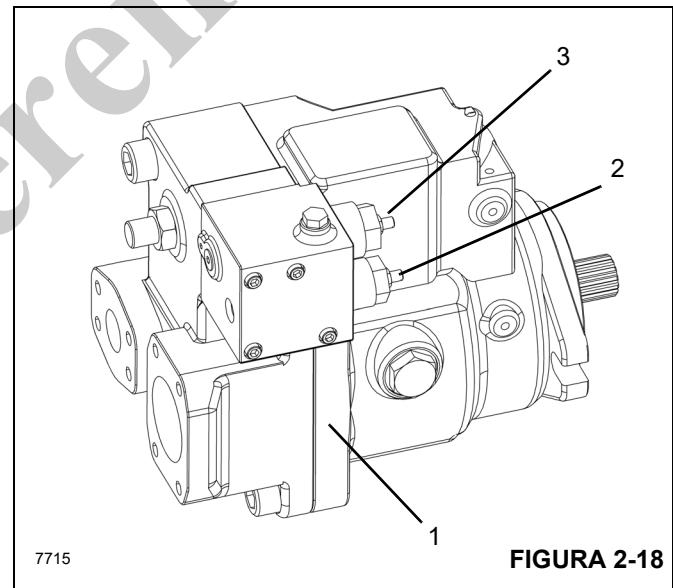

FIGURA 2-18
El control de espera de detección de carga (LS) (2, Figura 2-18) iguala el caudal de la bomba con la demanda del sistema. El control de LS detecta la demanda de caudal del sistema como una caída de presión a través de una válvula de control externa (ECV). A medida que la ECV se abre y cierra, cambia la presión delta a través de la válvula. La apertura de la ECV disminuye la presión delta y el cierre de la ECV la disminuye. El control de LS entonces aumenta o disminuye el caudal de la bomba al sistema hasta que la presión delta se iguale con el ajuste de la LS. La ventaja del sistema de control de detección de carga es que únicamente el caudal requerido para efectuar el trabajo es bombeado a través del sistema. Esto aumenta la eficiencia y reduce la temperatura del sistema.
- Un valor máximo ajustable mediante la sección del compensador de presión (PC) [3] Figura 2-18 del control de la bomba.